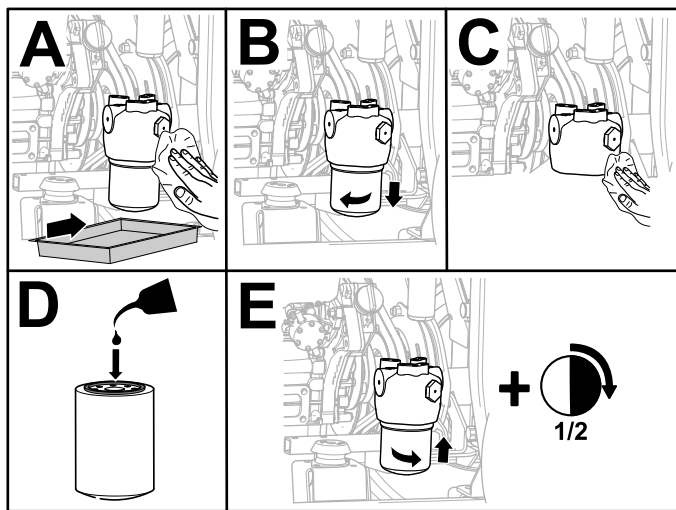

Figura 102
6. Înlocuieți filtrul hidraulic în modul indicat în Figura 102.